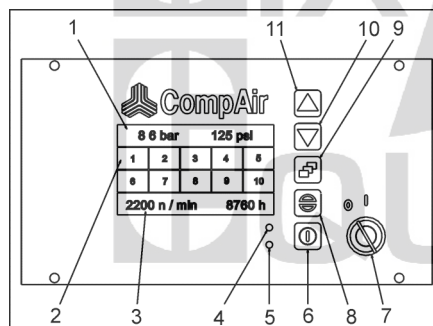

Fig. 19
*Après un démarrage raté, attendre jusqu'à ce que la pression du réservoir soit tombée. Le symbole « 9 » (voir la Fig. 19) indique quand la pression du réservoir a suffisamment diminué pour obtenir une autorisation de démarrage.*